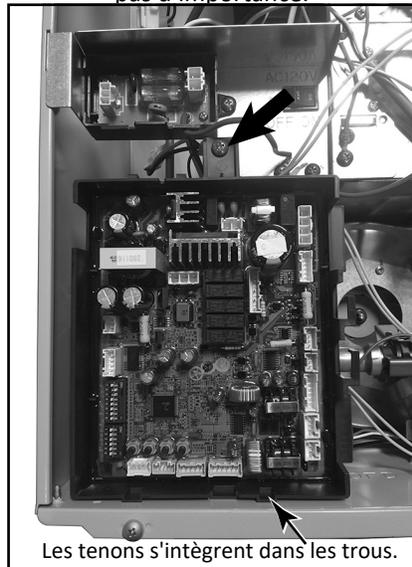

Figure 71
- Les tiges d'alignement au bas de la carte doivent s'aligner dans les orifices correspondants. (Figure 71).
- Insérez la vis dans la partie supérieure droite de la carte électronique, puis serrez-la à la main pour la fixer au boîtier de fusibles. voir Figure 71.